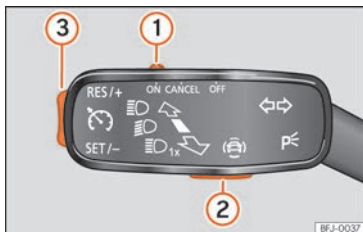

Fig. 255 À gauche de la colonne de direction : commande et touches servant à utiliser le limiteur de vitesse.
Si vous souhaitez désactiver temporairement le limiteur de vitesse, pour doubler par exemple, réglez la commande » fig. 255 ① du levier des clignotants sur la position **CANCEL** ou réglez le troisième levier sur la position **CANCEL** ou appuyez sur la touche ② de l'un quelconque des leviers.